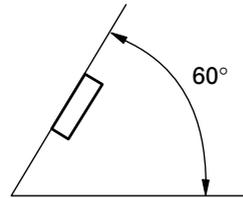

Fig. 3
- Si el ángulo de la instalación excede los  $60^\circ$  del lado horizontal, la unidad podría no brindar su óptimo funcionamiento. (Fig. 3)